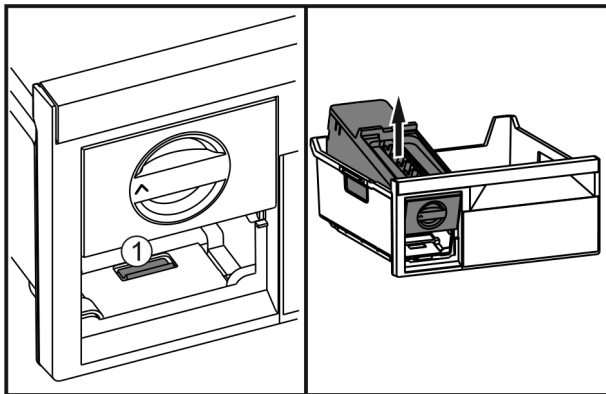

Fig. 38
- ▶ Lasche Fig. 38 (1) drücken, EasyTwist-Ice von hinten anheben und aus dem Gefrierschubfach herausnehmen.